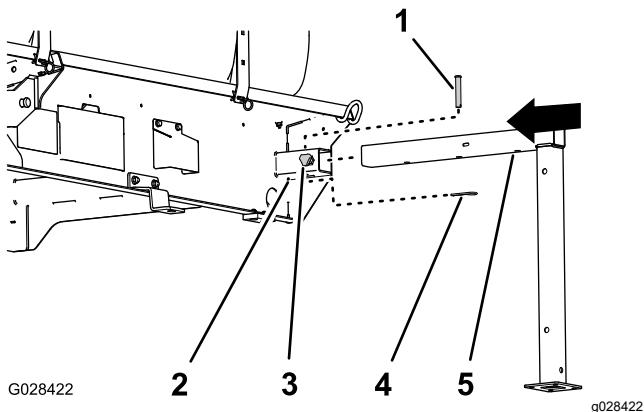

Figura 135
1. Aliniezi suportul de cric frontal cu receptorul de suport de cric frontal situat în partea din față a rezervorului (Figura 135).
2. Introduci suportul de cric în receptor până când orificiul median din tubul suportului de cric orizontal este aliniat cu orificiul din partea de sus a receptorului (Figura 135).
4. Înfiletai o rozetă de blocare în receptor și strângeți manual rozeta (Figura 135).